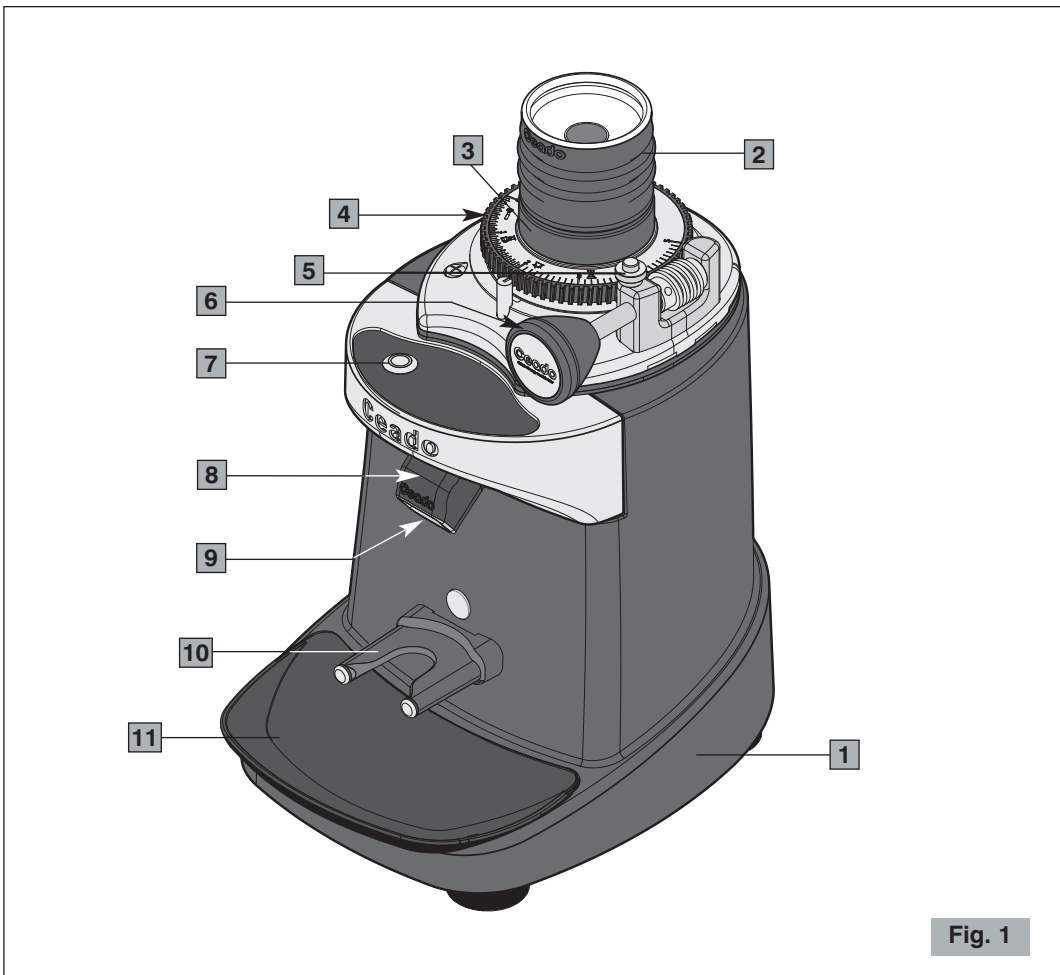
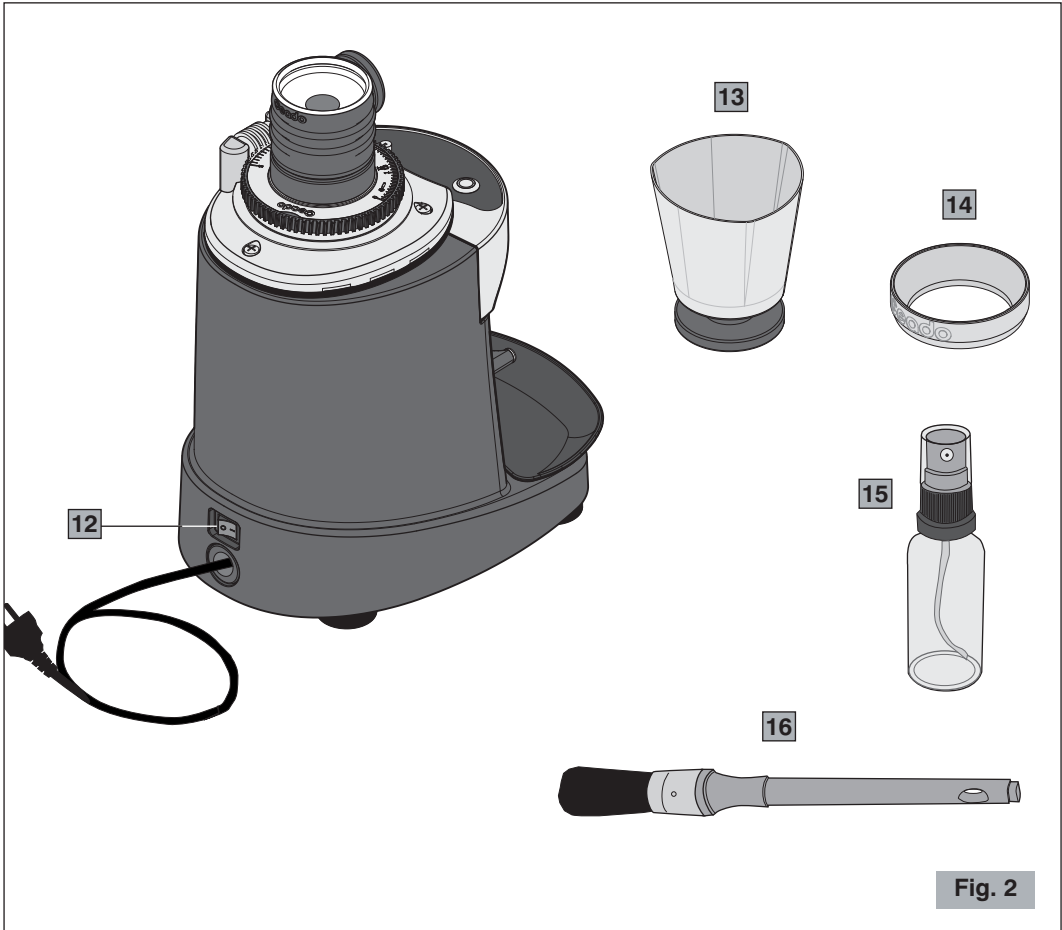
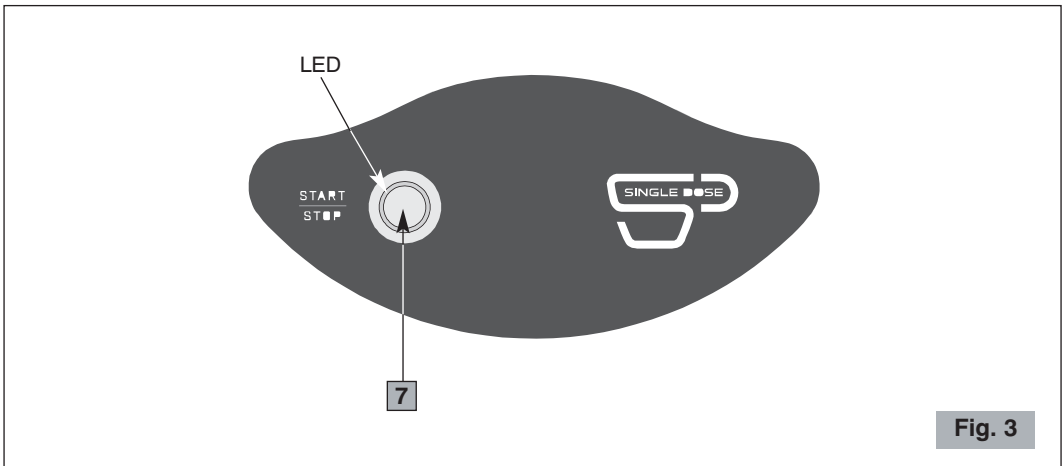

Fig. 1
Fig. 2
Fig. 3
### Componentes principales (Fig. 1, Fig. 2, Fig. 3)
Antes de conectar el enchufe a la toma de corriente, controlar que el interruptor ON-OFF (12 Fig. 2) esté en posición "O" de apagado.
- 1 Colocar el interruptor ON-OFF en la posición "I" (12 Fig. 2).
- 3 Colocar la copa porta-filtro sobre la horquilla (10 Fig. 1) (con o sin el embudo suministrado 14 Fig. 2). Si se desea echar el café en el contenedor suministrado, introducirlo con su base en la horquilla.
- 4 Encender el motor con el botón de arranque/parada (7 Fig. 1).
- 5 Para reducir la electricidad estática (presente sobre todo en algunos tipos de café) rociar 2-3 veces agua pulverizada con la botella spray suministrada en dotación (15 Fig. 2) sobre los granos preparados para el molido.
- 6 Echar la cantidad deseada de café en grano en la embocadura del fuelle (2 Fig. 1).
Si el led del botón (7 Fig. 1) inicia a parpadear y nos damos cuenta de que el tiempo restante no será suficiente para moler todo el café, volver a pulsar el botón de arranque/parada.
- 7 Cuando el café en grano esté completamente molido, golpear el fuelle (2 Fig. 1) con la palma de la mano, asegurándose de cubrir completamente la embocadura, para desprender todo el café molido.
- 8 Quitar la cobertura de la boca de descarga (8 Fig. 1) y desprender el café molido restante con el pincel suministrado en dotación (16 Fig. 2).
### Funciones del botón de arranque/parada y tiempo de molido (7 Fig. 1)